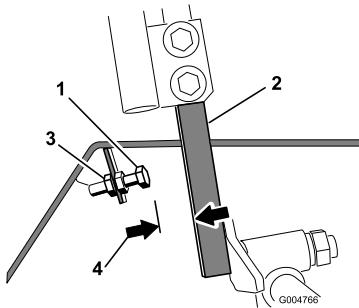

Figura 66
4. Solte a porca de bloqueio no parafuso de bloqueio de uma das alavancas de controlo (Figura 66).